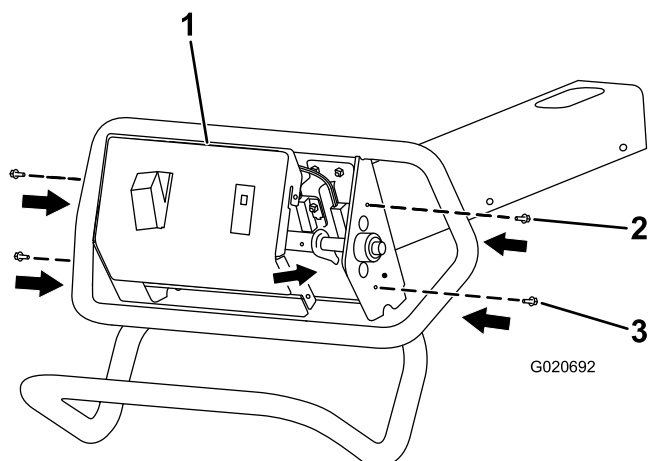

Bild 4
5. Fluchten Sie die Löcher in der Abdeckung mit den Löchern im Rahmen aus (Bild 4).
6. Setzen Sie das Bedienfeld in den Rahmen ein (Bild 4).
7. Befestigen Sie das Bedienfeld lose mit zwei Sechskantschrauben (Nr. 10-24" x 1/2") in den oberen Lochpositionen im Rahmen (Bild 4).